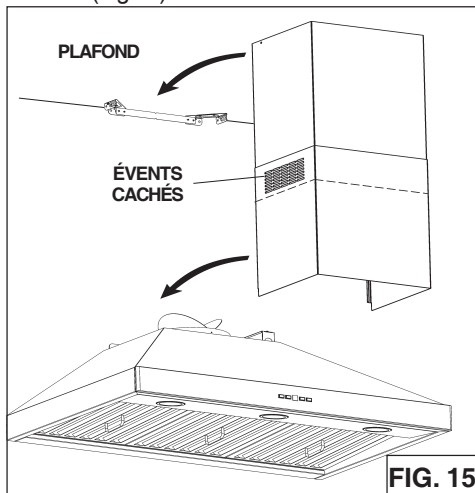

FIG. 15
5. Installez carneau décoratif supérieur et inférieur sur la hotte. Les évènements sont dissimulés sur les plafonds de 8 pieds. Vents peut-être exposés à des plafonds de 9 pieds (Fig.15).